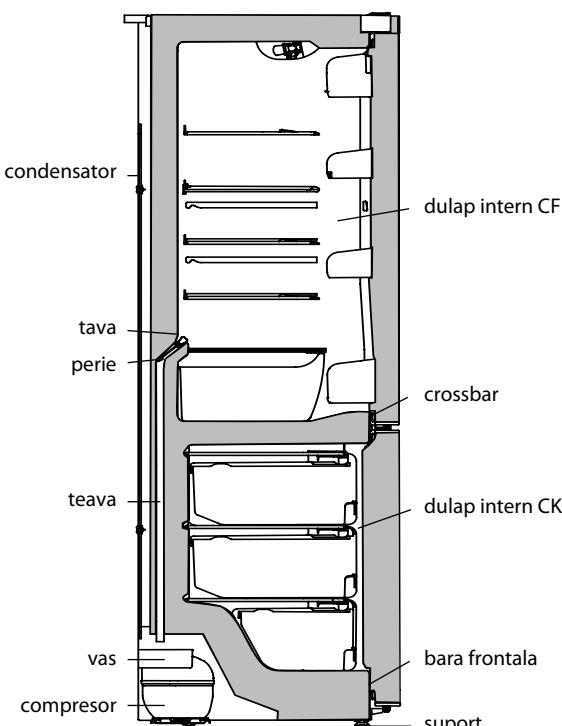

Figura 6 – Schema eliminarii apei topite din CF
3.4.1 În CF se utilizează sistemul automat de decongelare. Chucura, care apare pe peretele din spate a CF, se topesc în ciclu de dezgetare la deconectarea compresorului și se transformă în picături de apă. Picăturile de apă topită se scurg în vas și prin gaură în tivă patrunză în țeavă navei pe compresor, în conformitate cu figura 6 unde și se evaporă. În gaura tavei este instalată o perie pentru a preveni înfundarea sistemului de evaporare.
Prezența apei în tava indică la blocarea posibilă a surgerii apei. Pentru a elimina contaminarea trebuie să curăța cu peria gaura în tava, astfel că apa să se scurgă fără obstacole un vas, se spăla peria și se instalează în conformitate cu figura 6.
SE INTERZICE exploatarea frigiderului cu sistemul de scurgere înfundat. Apa apărută în partea de jos a camerei frigiderului sau în locul atasamentului placii la dulapul interior al CF în conformitate cu figura 6, poate provoca coroziunea camerei exterioare și a elementelor agregatului frigiderului, a distrugă izolarea termică, poate cauza formarea de fisuri a camerei interioare și deteriorarea complete a camerei frigiderului.
ATENTIE! Nu permiteți scurgerea apei topite din CK la dezgetare și curățenie, deoarece apa, patrunzând la în locul atasamentului placii la dulapul interior al CK în conformitate cu figura 6, 7 poate provoca coroziunea camerei exterioare și a elementelor agregatului frigiderului, a distrugă izolarea termică, poate cauza formarea de fisuri a camerei interioare și deteriorarea complete a camerei frigiderului.